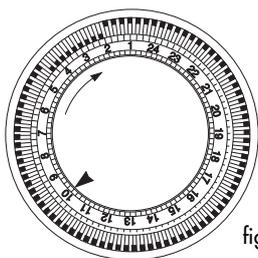

fig.5
- Regardez l'heure à votre montre. Supposons qu'il soit 10 heures. Tournez dans le sens des aiguilles d'une montre le disque numéroté de l'horloge jusqu'à ce que le numéro 10 coïncide avec le repère ▲ imprimé sur celle-ci (fig.5).